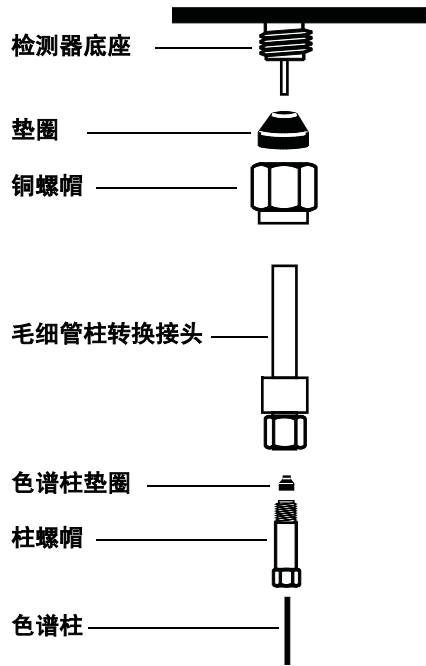

图 40 在 FID 上安装测试柱
- 4 如图 40所示完成其余安装过程。小心地把色谱柱尽可能地插入检测器（约 40mm）直到其底座，不要试图把它插入更深。然后将柱上的垫圈和柱螺帽滑向柱接头。